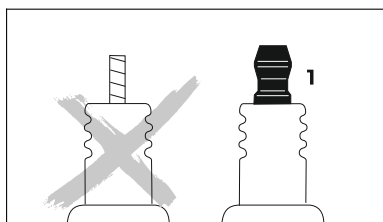

Рис. 71
**ВНИМАНИЕ!** При неплотно затянутой контактной гайке (рис. 71, поз 1) или при ее отсутствии могут возникать искры. При проведении работ в легковоспламеняемой или взрывоопасной среде может возникнуть угроза пожара или взрыва. Люди могут получить тяжелые травмы или понести материальный ущерб.